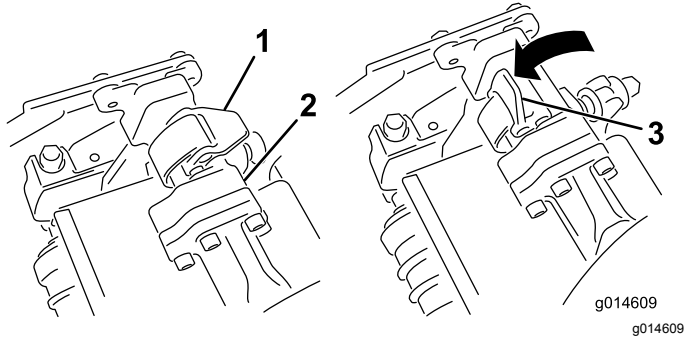
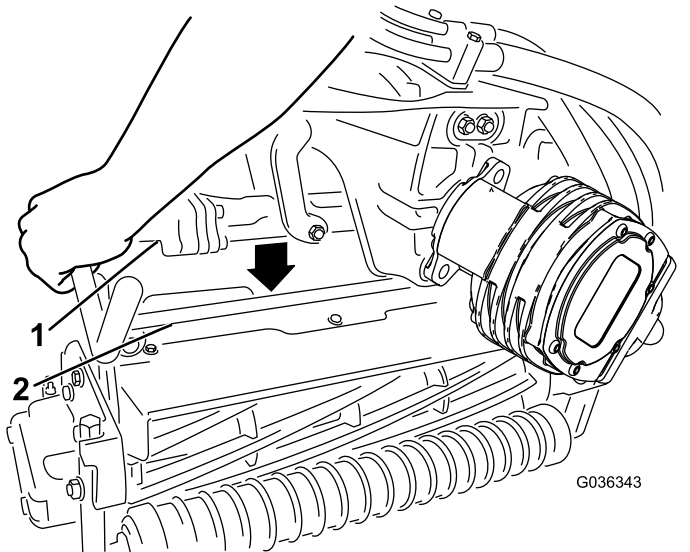

図 53
図 54
4. サスペンションアームのバーについているラッチを上向き開いた状態にして 図 53、サスペンションアームを押し下げて、バーを、カッティングユニットのバーの上に被せるようにする 図 54。
5. ラッチを下げて閉じるとカッティングユニットのバーがロックされてユニットがアームにセットされる 図 53。
5. 取り外したいカッティングユニットのサスペンションアームのバーについているラッチを開く **図 53**。